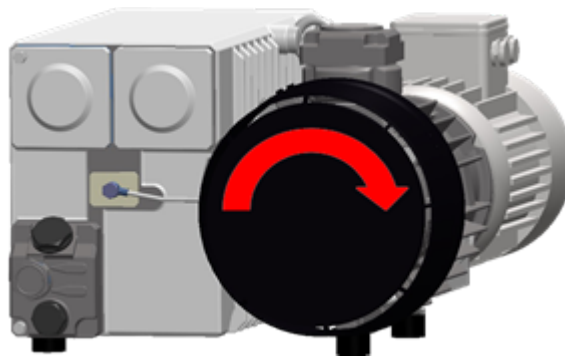

Figura 8: Dirección de rotación de la bomba de vacío
3. Compruebe que la dirección de rotación de la bomba del modelo de tres fases es correcta. Consulte *Figura 8: Dirección de rotación de la bomba de vacío* en la página 29.